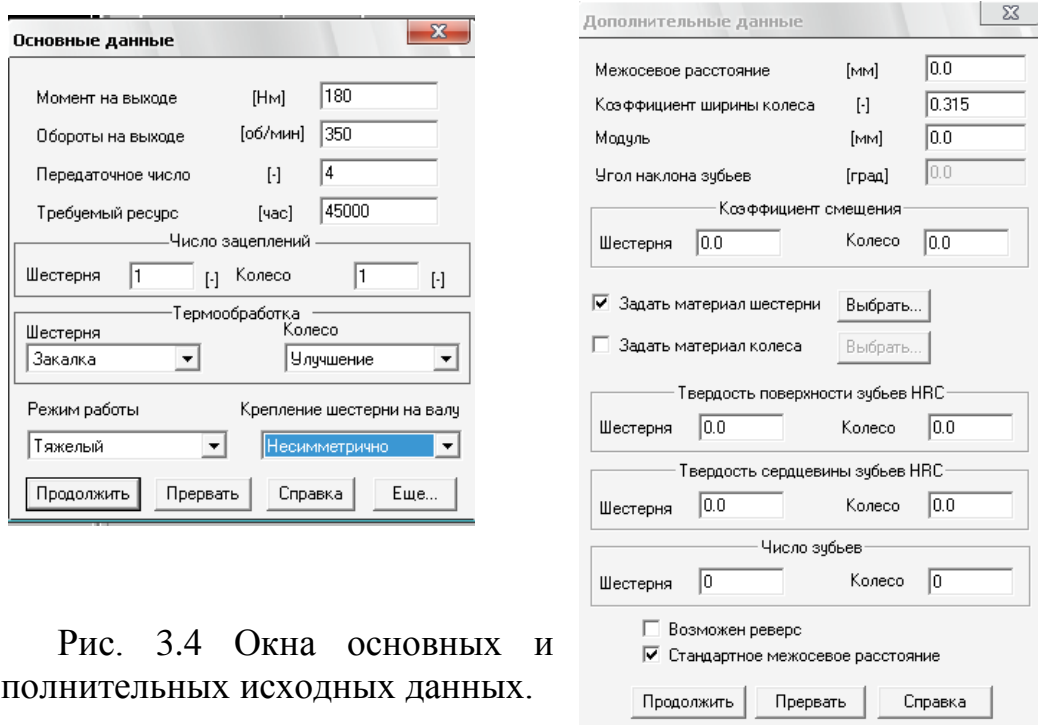

Рис. 3.4 Окна основных и дополнительных исходных данных.
3.2.5 Задать исходные данные (см.табл.3.1) в полях ввода диалогового окна «Основные данные» и «Дополнительные данные»рис. 3.4.
диалогового окна «Дополнительные данные» необходимые значения рис.3.4.